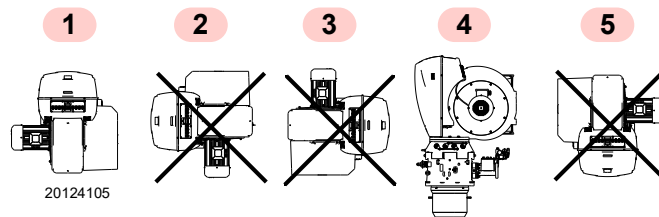

Fig. 11
- Le brûleur est exclusivement prévu pour fonctionner dans les positions **1** et **4** (Fig. 11).